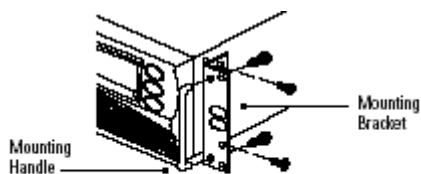

Figure 2. Installing the Mounting Brackets
2. Die Montagegriffe an der Halterung mit den im Zubehörsatz enthaltenen Schrauben (siehe Abb. 2) sichern.
3. Die Montagehalterungen auf die Schraublöcher seitlich an der USV abstimmen und mit den gelieferten Schrauben (siehe Abb. 2) sichern.